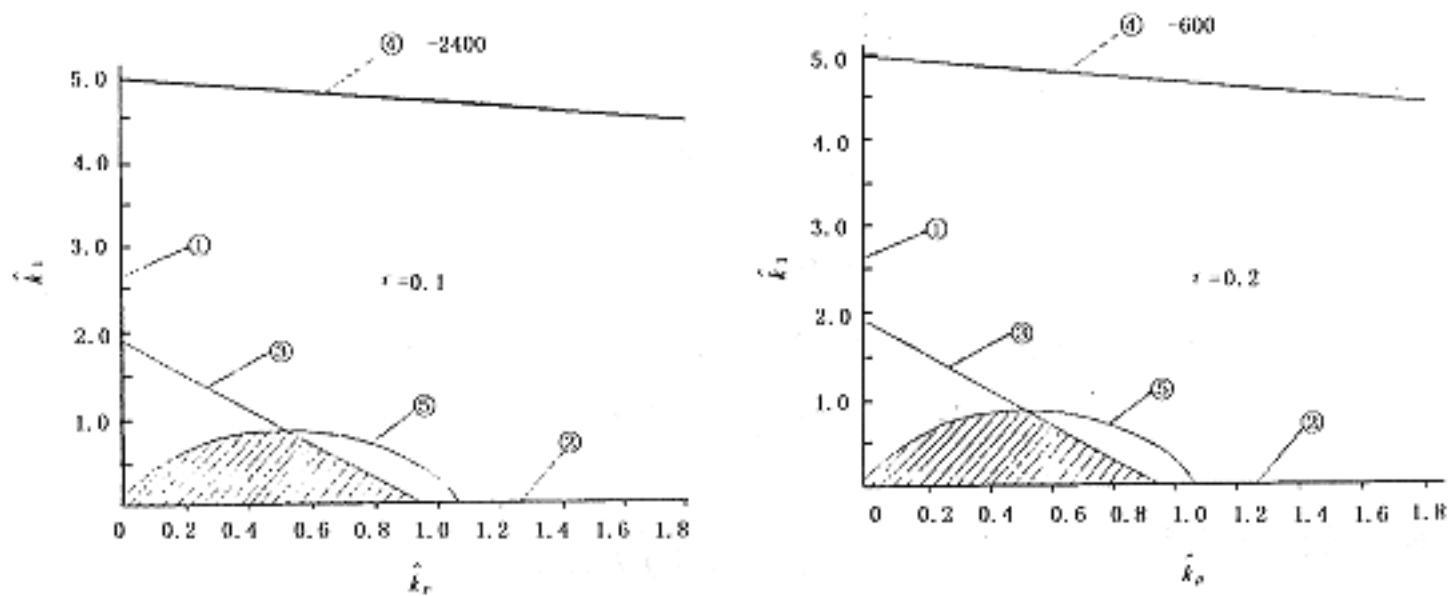

图4 控制系统的稳定域
其中变量 \hat{k}_r , \hat{k}_p , \hat{k}_l 均是 T/T_m 的系数.令 $\hat{K} = T/T_m$, 则式中只有 \hat{K} , \hat{k}_p , \hat{k}_l 3个变量, 在此情况下稳定域不易确定.利用计算机绘出一组曲线(如图4), 对一个选定的 \hat{K} , 计算机可根据式(12)绘出5条曲线(其中 $i=0, 1, 2, 3$, 对应曲线①, ②, ③, ④, ⑤, 而 $\hat{k}_1 > \hat{k}_2 > \hat{k}_0 > \hat{k}_3$ 对应曲线⑤), 每条曲线分别表示不等式的 \hat{k}_p , \hat{k}_l 的极限范围, 其公共部分为系统稳定运行的 \hat{k}_p , \hat{k}_l 取值范围.